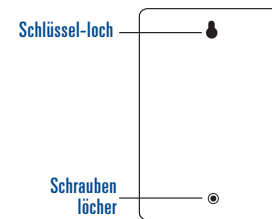

Abbildung A3: Rückseite der Bewässerungsuhr
- „Klemmenabdeckung“ durch Lösen der zwei Schrauben entfernen. Wenn die Kunststoffabdeckung nach vorne gezogen wird, kommt die „Stromplatine“ zum Vorschein. [Siehe Abbildung A3]
- Aufhängeloch auf der Rückseite der Bewässerungsuhr über die vorstehende Schraube schieben. [Siehe Abbildung A3]